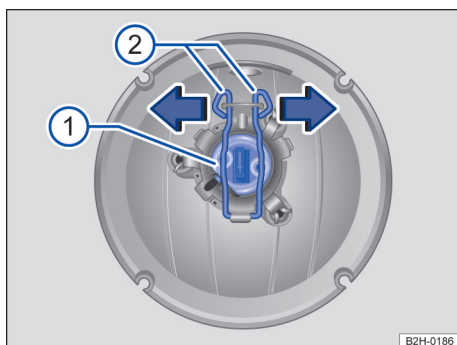

Fig. 167 Faro adicional en el techo del vehículo: cambiar la lámpara.
6. Presione los bloqueos hacia abajo y desengánchelos en el sentido de las flechas → fig. 167 ②.
7. Extraiga el portalámparas del reflector → fig. 167 ①.
10. Presione los bloqueos hacia abajo y engánchelos en el sentido contrario al de las flechas → fig. 167 ②.